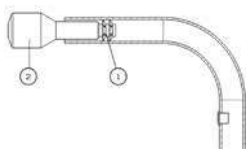

Fig. 30
- Inserite il dado da presa da 1/4"-20 (1) (Fig. 30) con un attrezzo di inserimento (2) nel manico (40 mm).